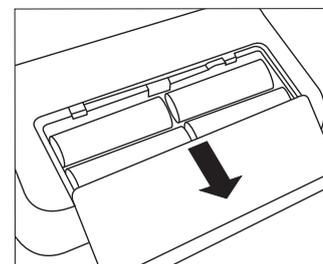

Fig. 1
■ Abra o compartimento das pilhas na parte inferior do aparelho (ver Fig 1). Introduza as pilhas (ver Capítulo 13 Dados técnicos), prestando atenção à polaridade correta (+ e -). Feche novamente o compartimento das pilhas. A indicação 12 h ou 24 h começa a piscar no visor. Acerte a data e a hora, conforme se indica a seguir.